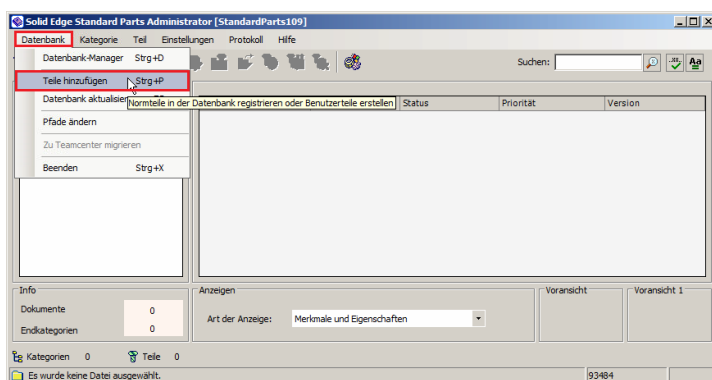

Abbildung 22
- 5.3. Um die Datenbank zu füllen, wählen Sie im Reiter Datenbank -> Teile hinzufügen (Abb. 22).